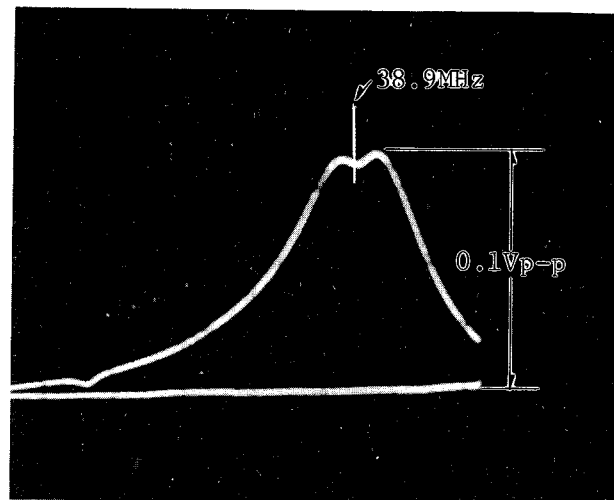

Fig. 5
8. Nach Beendigung von Pkt. 7 das Filter T 706 bei 38,9 MHz so abgleichen, daß die Kurve den in Fig. 5 gezeigten Kurvenverlauf erreicht.
8. After this completed adjustment, adjust T 706 so that 38.9 MHz marker position is shown in Fig. 5.